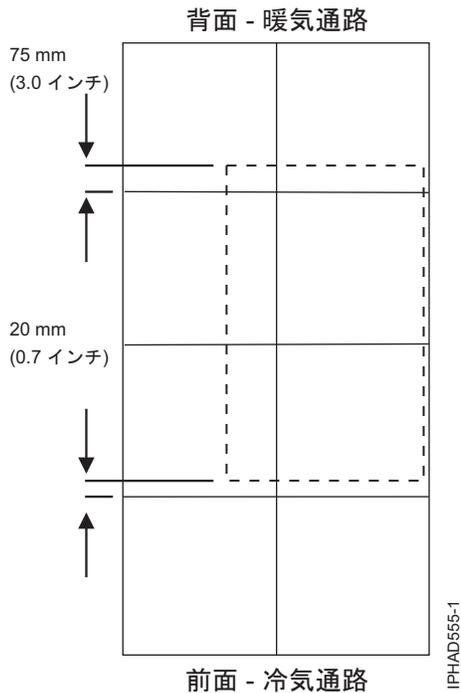
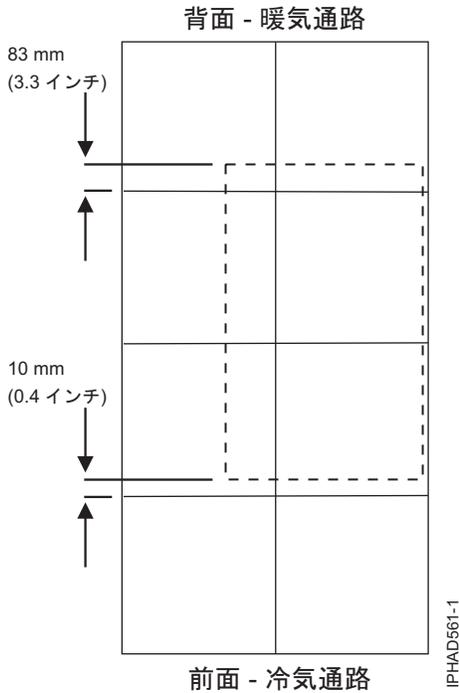

図 59. 610 mm (24 インチ) タイル上のラックの配置
図 65. 600 mm (23.6 インチ) タイル上のラックの配置
3. 116 ページの図 59 および 122 ページの図 65 は、フロア・カットアウトの相対位置と正確な寸法を示すためだけのものです。この図は、マシン・テンプレートにしたり目盛りを描いたりするためのものではありません。